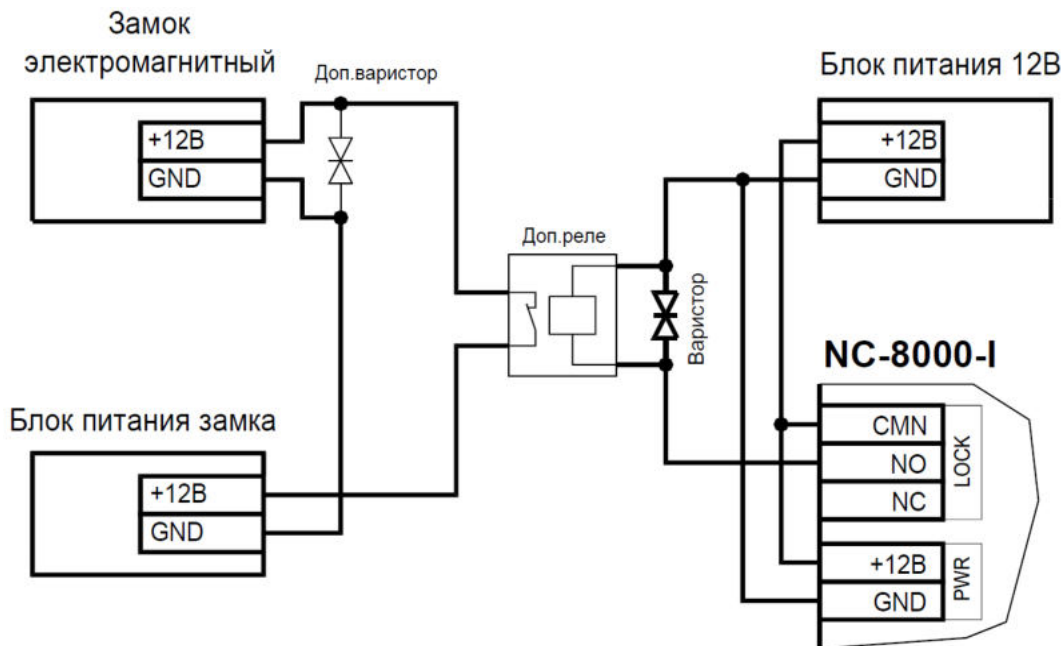

Рисунок 11. Схема подключения замка с большим током потребления
- Установите дополнительное промежуточное реле (рисунок 11).
Реле должно срабатывать от напряжения 12 В, подаваемого от контроллера, а исполнительные контакты – обеспечивать длительную многократную коммутацию силовой цепи замка. Настоятельно рекомендуется установить дополнительный варистор на стороне замка (рисунок 11). Обратите внимание, второй варистор в комплект поставки не входит.